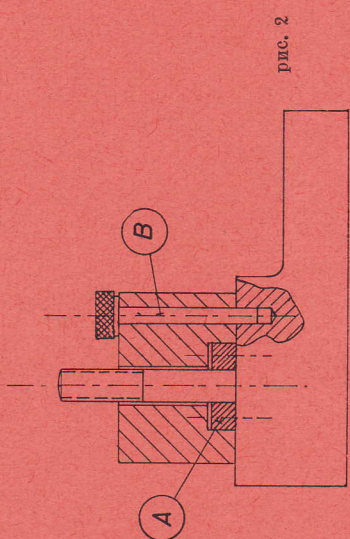
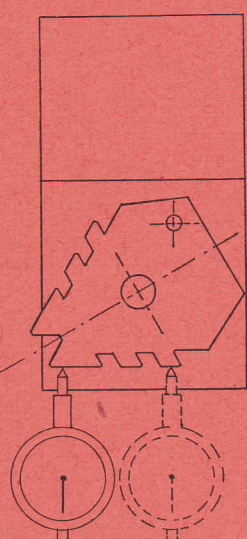

рис. 2
рис. 3
Необходимо обратить внимание на то, что шаровая ручка была поставлена с точки зрения со станка направо, так что она не была помехой при работе с патроном токарного станка или с планшайбой /см. рис. 3/. Это положение получается соответственным вращением винта резцедержателя.
Bild 2	рис. 2
Bild 3	рис. 3
2. **Среднее кольцо** — центрирующая шейба **А**. Среднее отверстие неакалено и просверливается по диаметру болта. Затем верхний сушпорт плотно привинчивается и скрепляется штифтами (рис. 2).
3. **Зажимная головка** устанавливается при помощи измерительных часов, левой стороной под углом 90° к оси вращения (рис. 3). Затем в зажимной головке просверливается отверстие для штыря **В** для соединения с верхним сушпортом и головка фиксируется штырем **В** (рис. 2). Для длительного сохранения точности вставляется закаленная втулка.